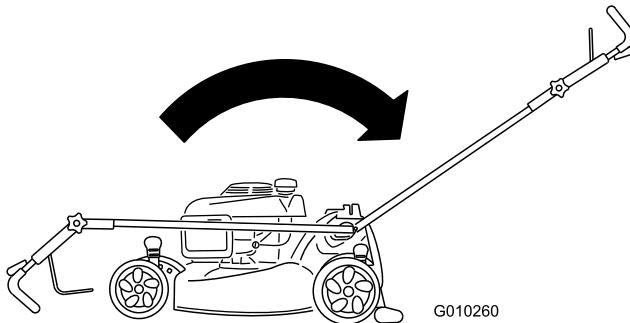

Рисунок 56
2. Переведите рукоятку в вертикальное положение (Рисунок 56).